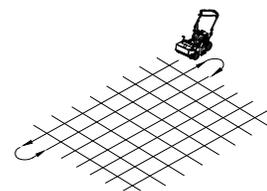

Рис. 7
- Чтобы подсев травы был максимально эффективным, вносите семена в два прохода при половинной норме внесения под прямыми углами или в перекрестном направлении (см. рис. 7 и 8).
НАРЕЗКА ТРАВЫ / ПОСЕВ ТРАВЫ. Перед началом работы подстригите газон немного короче, чем обычно (например, овсяница после стрижки должна иметь высоту около 50 мм). Чтобы добиться максимального результата, выполняйте работы в перекрестном направлении (см. рис. 7 и 8).